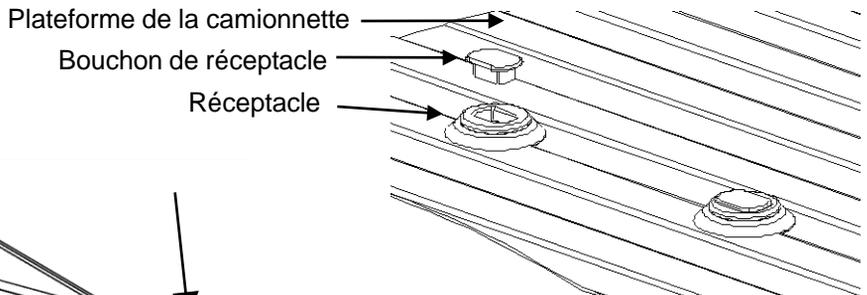

Figure 15 : Bouchons de réceptacle
1. Enlever les bouchons de tous les réceptacles (4) dans la plateforme de la camionnette (Figure 15) et les conserver pour utilisation en cas de retrait de l'attelage.
6. Presser les bouchons des réceptacles (emballés avec le nécessaire de montage) dans les quatre (4) réceptacles de la plateforme pour empêcher les débris d'y pénétrer (Figure 15).